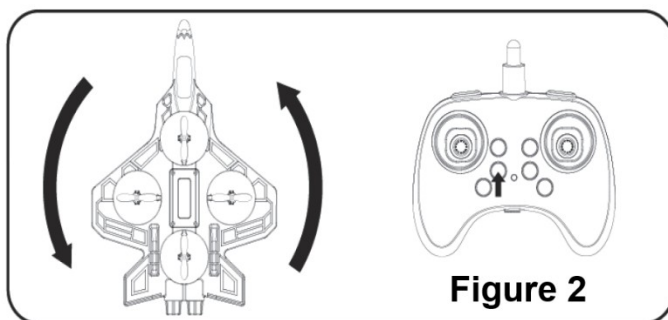

Figure 2
3. Als het naar **rechts** draait, drukt u herhaaldelijk op de knop voor trim links. (Afbeelding 2)